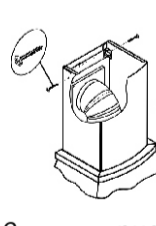

рис. 10
6.5 Для КВ: Бельведер (Валенсия, Луизиана, Флореале)90, Вилла 90, Вилла Валенсия, (Веда, Луизиана) 90, Вилла Фрукты 90, Пергола 60/90. Выдвиньте вложенную в вытяжку фальштрубу (рис. 10) и закрепите винтами к кронштейну.